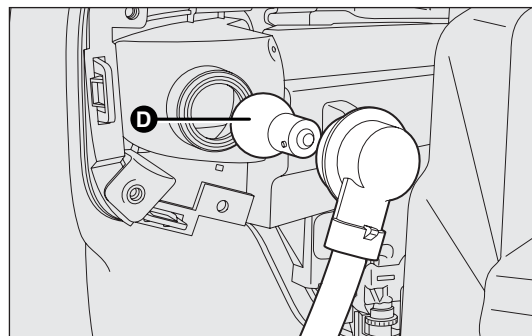

fig. 165
- ☐ saque la lámpara D-fig. 165 empujándola ligeramente y girándola hacia la izquierda (bloqueo de “bayoneta”) luego, sustitúyala;